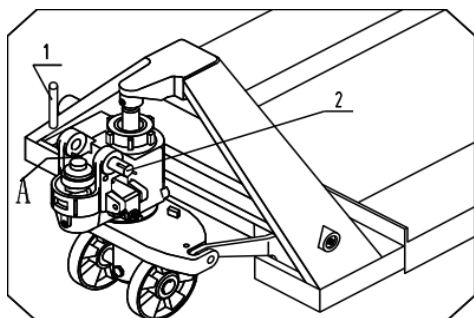

Рис.1
2.1.1 См. Рис.1 Снимите пружинный палец (1) со штифта (2). Извлеките штифт (2).